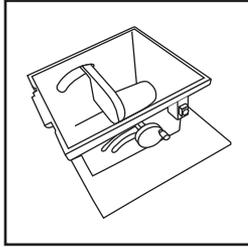

Abb. 2
- Drehen Sie den Hauptkörper der Maschine auf den Rücken und stellen Sie ihn auf einen sauberen, sicheren und starken Arbeitstisch oder Ähnlichem. (**Abb. 2**).